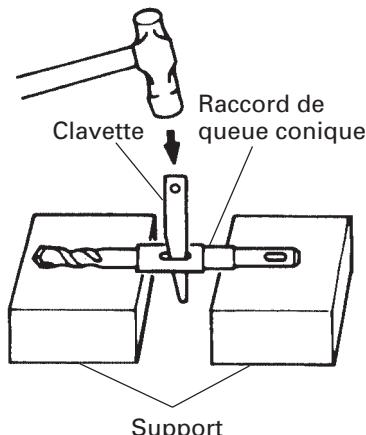

Fig. 12
- (4) Pour retirer la mèche (queue conique), introduire la clavette dans la fente du raccord de queue conique et frapper la tête de la clavette avec un marteau alors que le perceuse est placée sur le support. (Fig. 12)